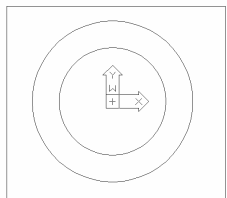

图 15-59
(5) 重复上述命令。在上述第 2 步中选择 save 选项而不选择 new 选项, 将上述坐标存储为 o1, 结果如图 15-59 所示。